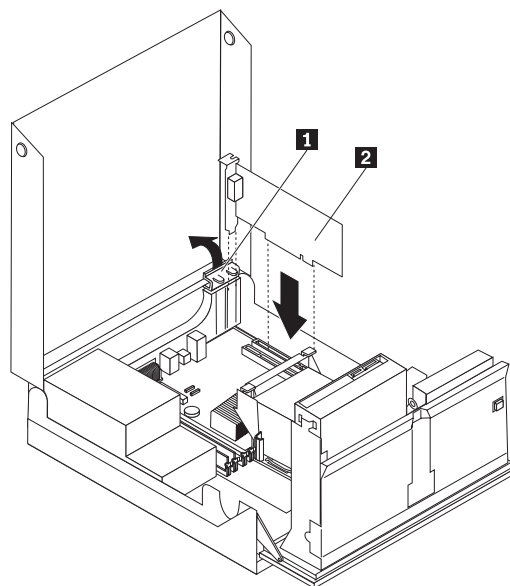

図 32. アダプター・カード・リテーナーのオープンおよびアダプター・カードの取り外し
2. 障害が起きたアダプター・カードを交換するか、またはアダプター・カードを追加するために、アダプター・カード・リテーナー **1** をオープン位置まで回転させます。図 32を参照してください。